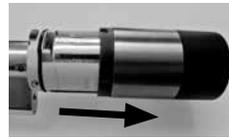

Abb. 2
① Drücken Sie mit der Demontagezange die Rastnasen des Knaufes zusammen und ziehen Sie die Hülse ab (Abb. 1/Abb. 2).